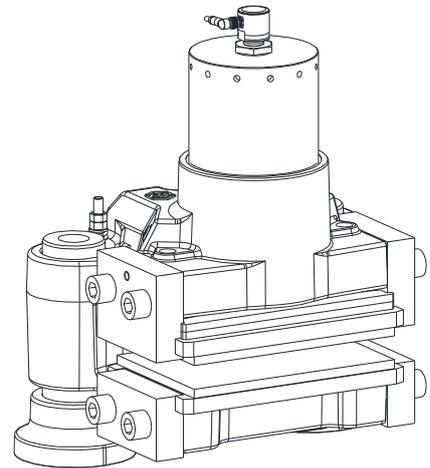

Bild 28: Montage des Zustands-Verschleißsensors
- Schrauben Sie den Sensor (Bauteil 8) in die Einstellmutter zunächst handfest ein (siehe Bild 28).